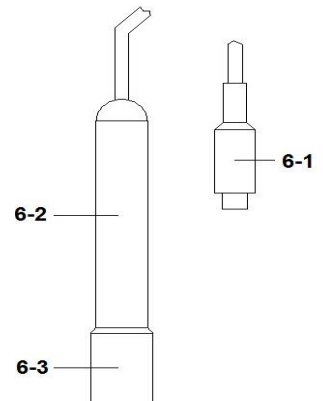

Fig. 3
1. Tilslut ledningsevne proben (CDPB-03) (6-1, Fig.3) til "**CD**" stikket (3-15, Fig.1)
3. Hold på elektrodens skaft (6-2, Fig. 3) og nedsenk probehovedet (6-3, Fig. 3) helt ned i bufferopløsningen og ryst den lidt, indtil luftbobler der kan samles sig om proben forsvinder. Displayet viser nu ledningsevnen mS (uS) værdien samt temperaturen i væsken.
2. Tilslut proben (6-1, Fig. 3) til "CD" stikket (3-15, Fig. 1).
4. Hold på elektrodens skaft (6-2, Fig. 3) og nedsæk probet helt ned i kalibreringsvæsken og ryst den lidt, indtil luftbobler der kan samles sig om proben forsvinder. Displayet viser nu ledningsevnen mS (uS) værdien.
1. Tilslut ledningsevne proben (CDPB-03) (6-1, Fig. 3) til "CD" stikket (3-15, Fig. 1).